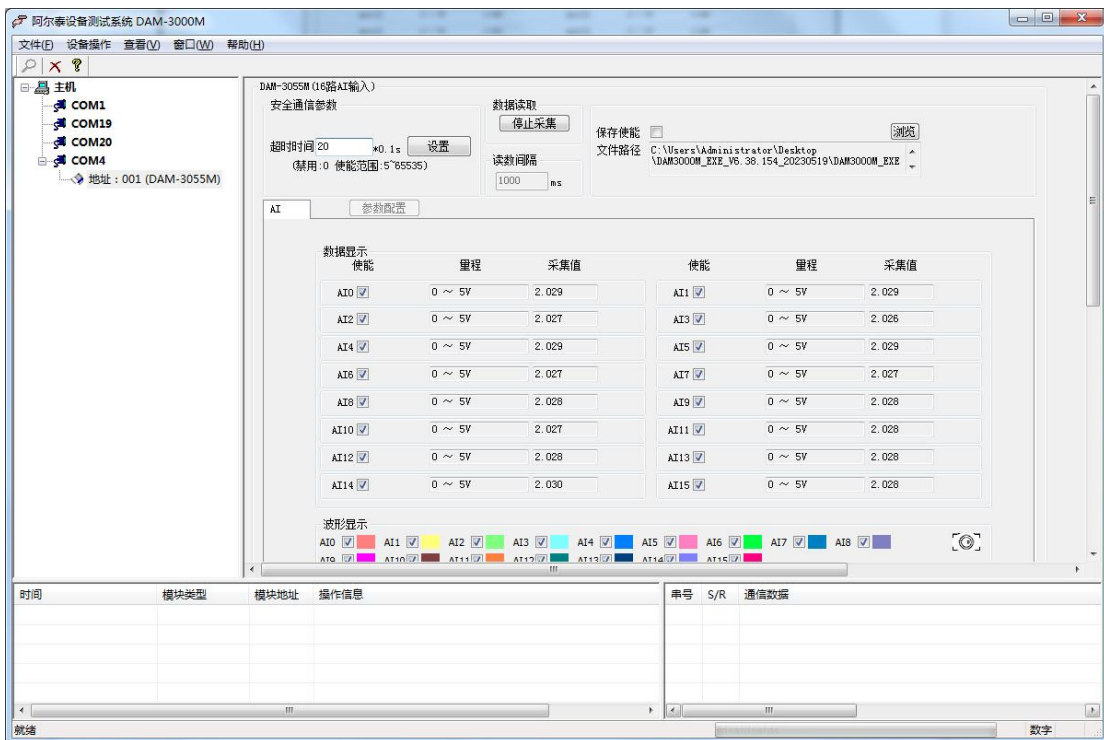

图 16
1) 看门狗操作：在图 16 “超时时间”处添加安全通讯时间，点击“设置”后通讯看门狗打开，若超过通讯接收时间未接收到数据，系统复位，LED 灯闪烁。